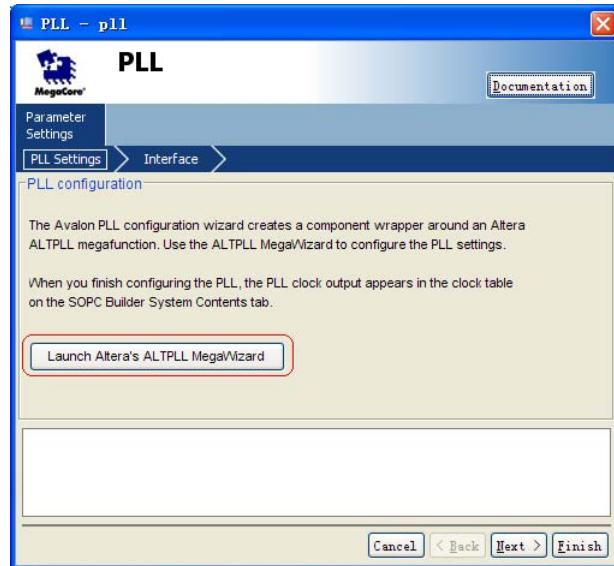

图 10-3 PLL 设置第一页
9. 添加 pll，在左侧 PLL->PLL，在弹出的窗口中选择 Launch Altera's ALTPPLL MegaWizard，如图 10-3。